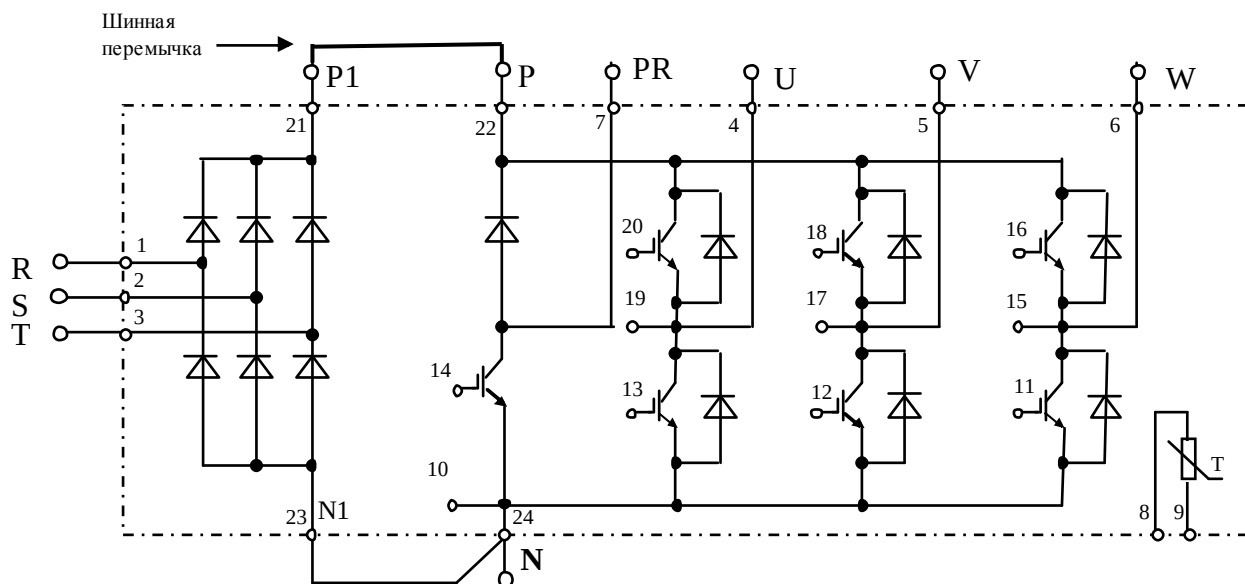

Рис.4.9. Принципиальная схема матрицы FP75R12KE3
- 4.11.20. Электрическая принципиальная схема силовой матрицы IGBT **FP75R12KE3** приведена на рис.4.9 (на схеме также показаны внешние силовые клеммы ПЧ, имеющие непосредственную связь с силовыми терминалами матрицы).